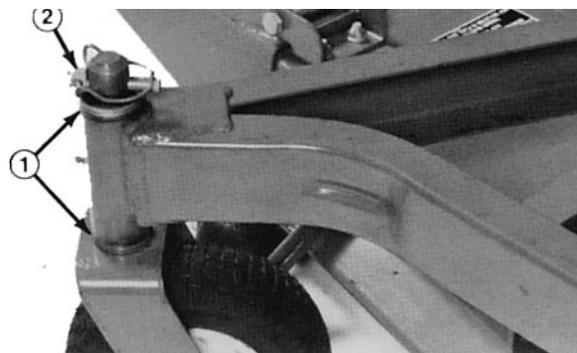

Fig. 20
- A. Sulle unità di taglio che di solito vengono utilizzate con altezze di taglio $25 \div 50$ mm occorre alzare il lato inferiore. Togliere l'acciarino che fissa la ruota orientabile sul lato inferiore (Fig. 20) e togliere il gruppo ruota girevole.
- C. Se l'unità di taglio viene utilizzata ad altezze di taglio $5 \div 10$ cm, abbassare il lato alto. Togliere l'acciarino della ruota orientabile dal lato alto, e togliere il gruppo ruota (Fig. 20).